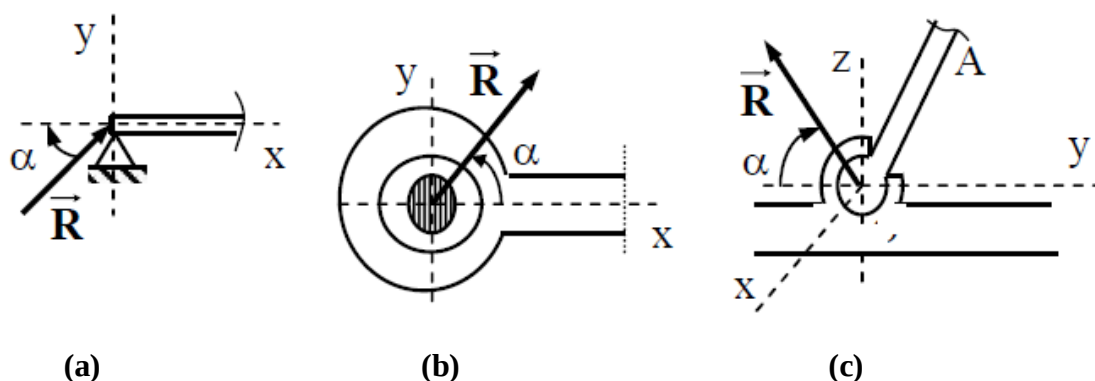

Figure 13: Représentation des exemples de Solides articulés
- ou une articulation sphérique (liaison rotule) (Figure 13 c).